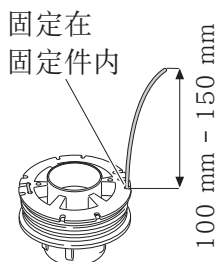

图 18
(5) 剩下约 100 mm ~ 150 mm 的尼龙绳不要卷绕，勾住尼龙线并将其固定在固定件上。(图 18)